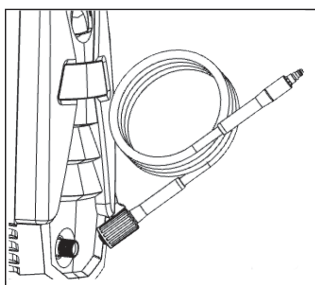

Рис. 3
2. Для модели мойки M1900РБК подключите шланг высокого давления к штуцеру для шланга высокого давления на мойке (рис. 3)